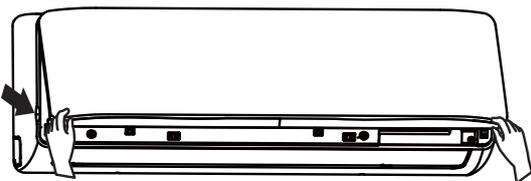

Figura 26
1. Abra a unidade colocando os dedos abaixo dos entalhes nas laterais da tampa e movimentando-a para fora (Veja a Figura 26). Abra totalmente a tampa para permitir espaço suficiente para remover o filtro.